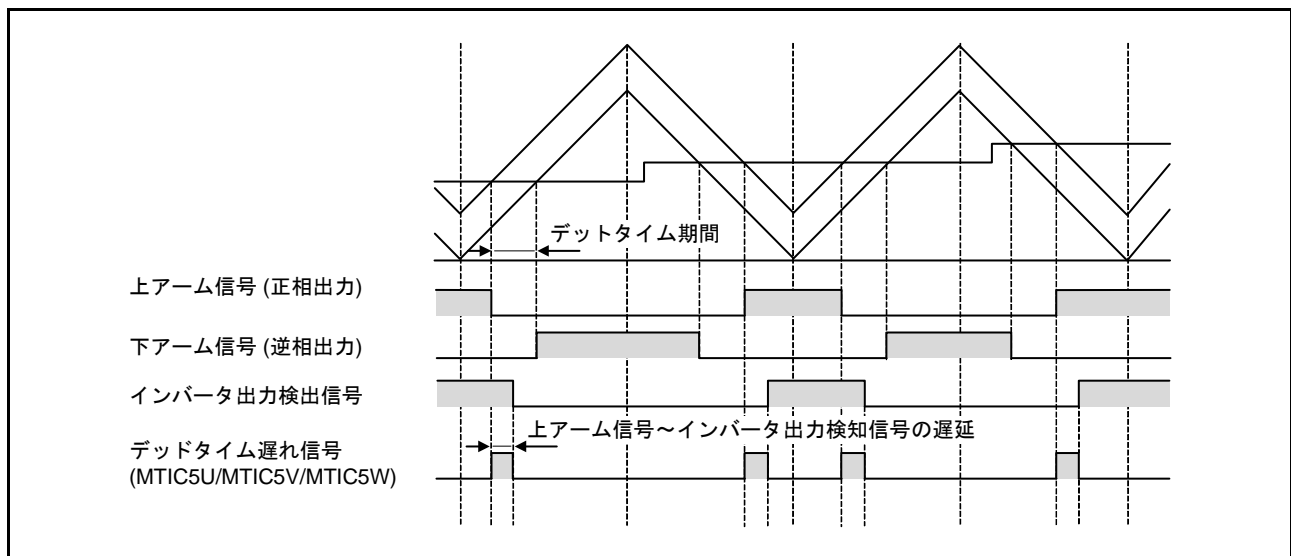
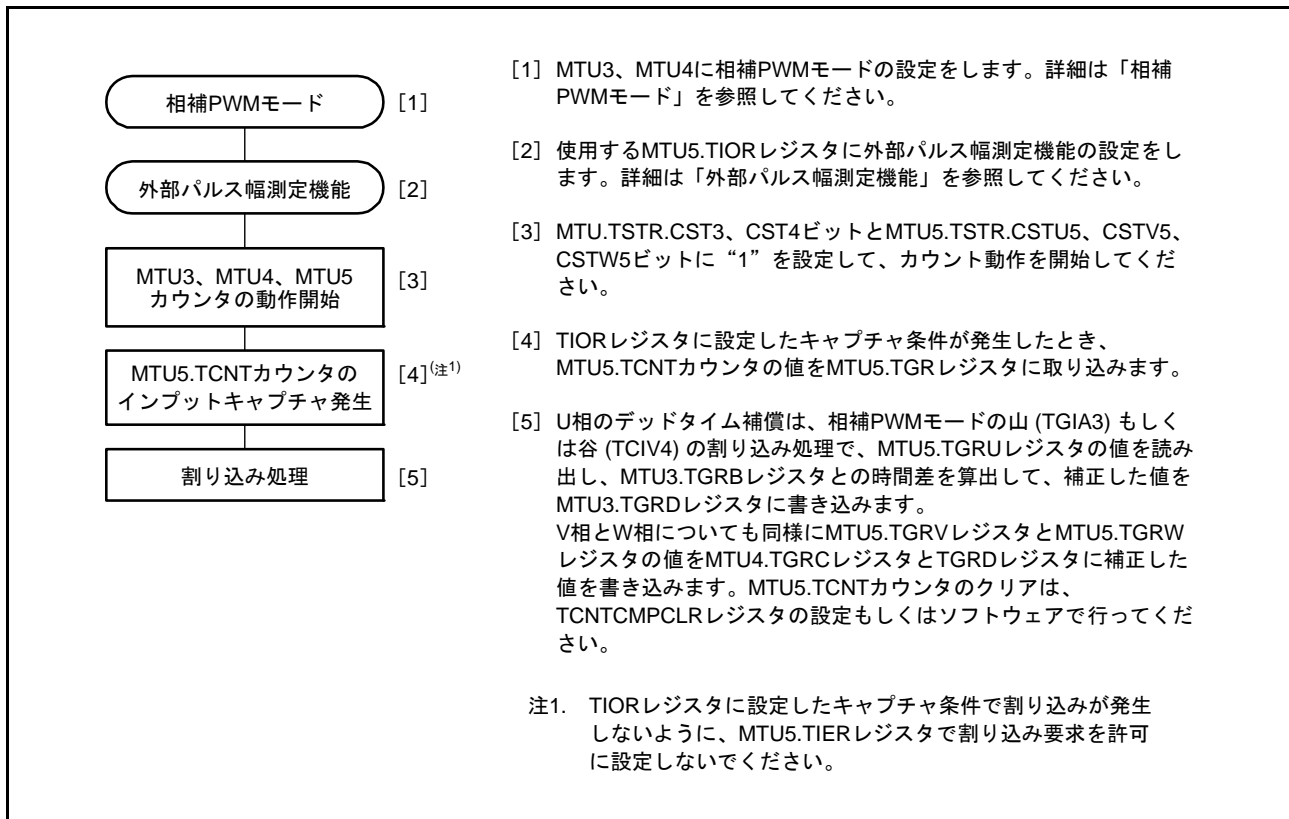

図 20.80 相補 PWM モード動作時のデッドタイム遅れ
図 20.81 デッドタイム補償機能の設定手順例
MTU5 の外部パルス測定機能でデッドタイム遅れを測定して、PWM 出力のコンペアレジスタに設定するデューティを補正することで、MTU3、MTU4 を使用した相補 PWM 動作時の PWM 出力波形に対するデッドタイムを補償することができます（図 20.80）。MTU3～MTU5 を使用したデッドタイム補償の設定手順を図 20.81 に示します。このときの MTU5 の動作については、(2) 相補 PWM の山と谷での TCNTU、TCNTV、TCNTW カウンタキャプチャ動作を参照してください。
MTU5の3本のカウンタを使用したデッドタイム補償機能の設定手順例を図20.81に示します。